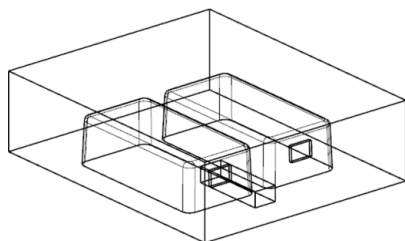

图 9-16 创建拉伸体
(32) 单击“完成”按钮 ，在【拉伸】对话框中对“指定矢量”选择“-XC ↑” ，“开始”选取“值”，把“距离”设为 0，“结束”选择“值”，“距离”为 50mm，“布尔”选择“无”。
(33) 单击“确定”按钮，创建一个拉伸体，如图 9-16 所示。
(34) 选取“菜单 | 插入 | 组合 | 求交”命令 ，选取拉伸体为目标体，工件为刀具体，在【求差】对话框中勾选“保存工具”复选框，创建求交特征。
(35) 选取“菜单 | 插入 | 组合 | 减去”命令